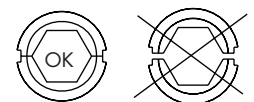

Fig. 3
8. Para asegurar una perfecta compresión, comprobar que las matrices llegan a juntar sus caras cuando se realiza la compresión (fig. 3).
8. For assuring a perfect compression, be sure that the die faces are in contact when making the compression operation (fig. 3).